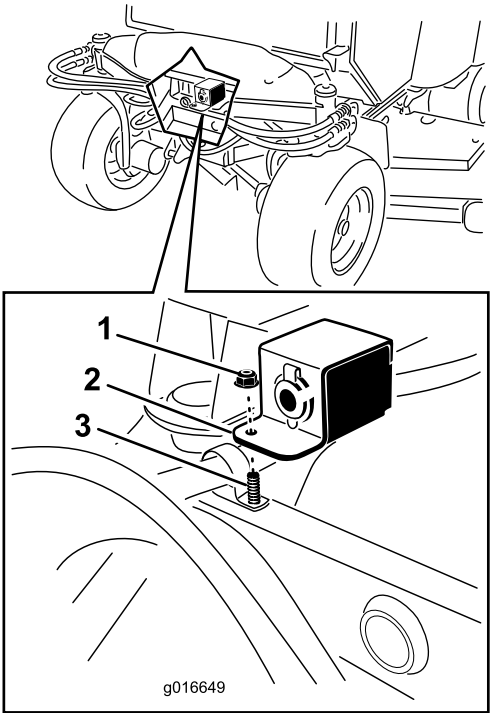

Figura 3
- Retire la tuerca del perno de la abrazadera en R que sujeta la manguera de tracción delantera derecha (Figura 3).
- 6. Instale el soporte y la tapa del enchufe sobre el perno y sujete todo con la tuerca que retiró anteriormente (Figura 3).